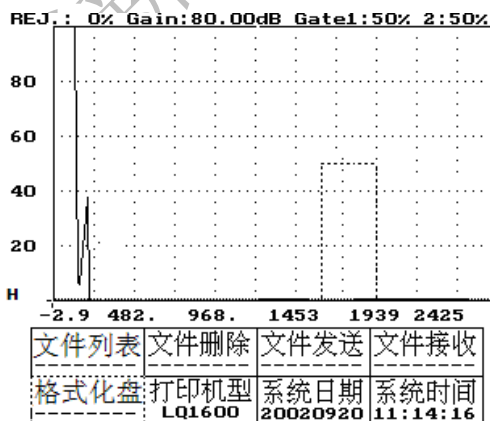

图 28-1
- 4、按方向键——将虚框移到格式化盘，如图 28-1 所示。